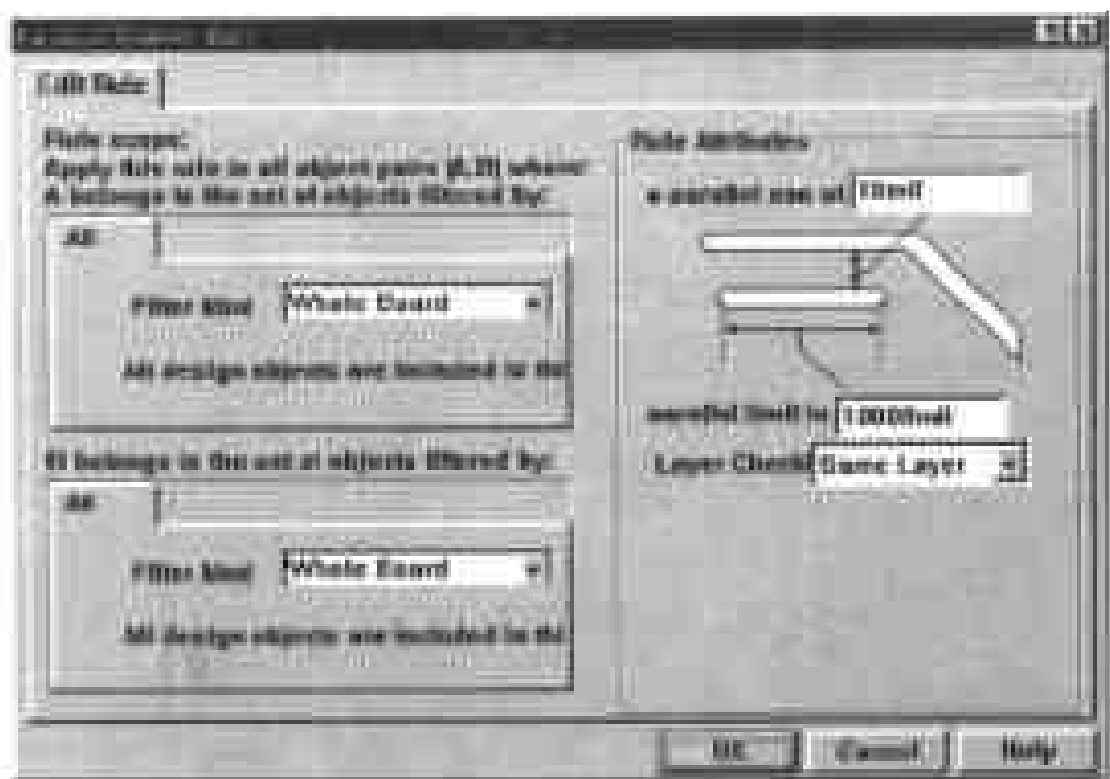

图 9-37 设置平行走线的对话框
(1) 选择 Design > Rules,在弹出的 Design Rules 对话框中单击 High Speed 标签,然后在对话框的 Rule Classes 列表框中单击 Parallel Segment Constraint。
(2) 此时对话框下部的方框中包含有 Scope1, Scope2, Limit, Gap 和 Layer 5 个栏目,由于 Protel 99 没有提供此规则的预置规则,因此方框中也是一片空白。
(3) 在对话框下部单击 Add 命令按钮,弹出如图 9-37 所示的对话框,供用户设置平行走线的规则。
(4) 在对话框左边单击第一个 Filter kind 选项的下拉列表框,在弹出的下拉列表中包含 Whole Board, Region, From-To Class, From-To, Net Class 和 Net 6 个选项,供用户设置该规则的适用范围。
(5) 单击第二个 Filter kind 选项的下拉列表框,在弹出的下拉列表中也包含这 6 个选项。设置了两个 Filter kind 选项的取值后,它们将分别对应于 Design Rules 对话框下部方框的 Scope1 栏和 Scope 2 栏。
(6) 在对话框右边的 For a parallel gap of 选项输入框中输入数值,设置两条平行线之间的最小间距,此选项的取值将反映在 Design Rules 对话框下部方框的 Gap 栏中。
(7) 在 the parallel limit is 选项输入框中输入数值,设置两条平行线保持平行的最远距离,此选项的取值将反映在 Design Rules 对话框下部方框的 Limit 栏中。
(8) 单击对话框右边的 Layer Checking 选项的下拉列表框,在弹出的下拉列表中包含